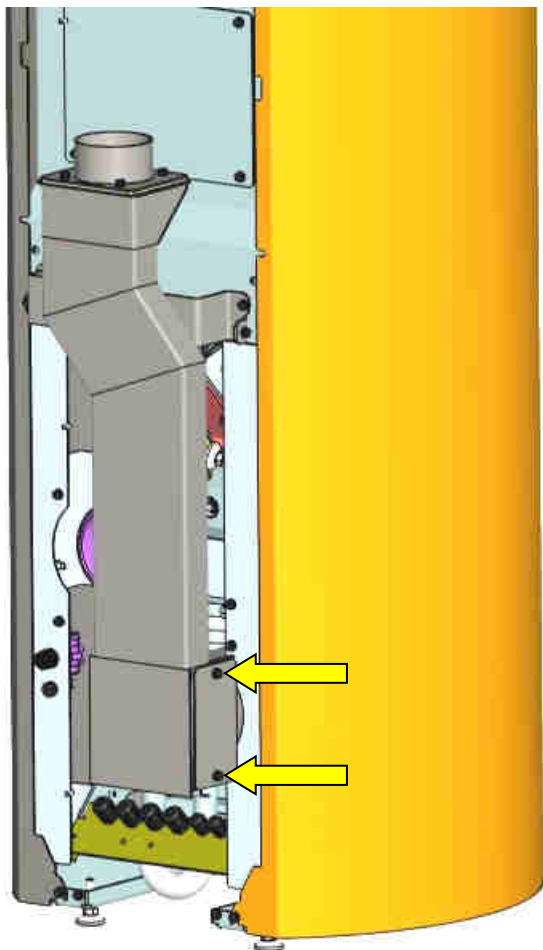

Fig. 64 : trappe de visite évacuation des fumées soleo.nrg V12
2. Enlever le couvercle de révision, retirer à cet effet 2 vis (Fig. 64) et procéder au nettoyage.